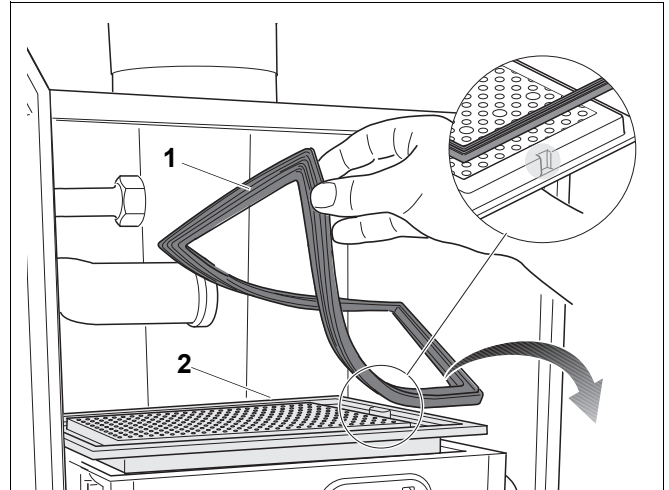

Bild 113 Ta bort brännare och brännartätning
- Ta bort brännartätningen (bild 113, pos. 1) och byt ut den om det behövs.
- Ta bort brännaren (bild 113, pos. 2) och rengör den på alla sidor med tryckluft eller en mjuk borste.
Se till vid återinsättning av brännaren att spåret är på den högra sidan (bild 113, **förstoring**).